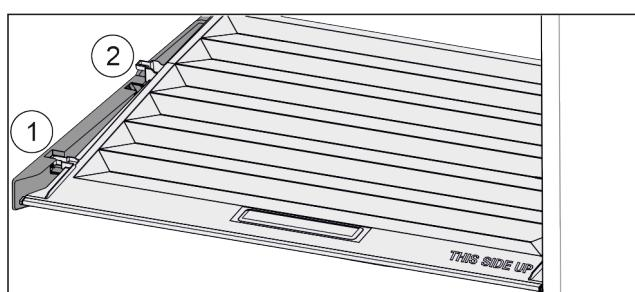

Fig. 96
- Кришку до отвору в деталях для підтримки потягнути вперед Fig. 96 (1).
- Підняти ззаду знизу та вийняти Fig. 96 (2) вгору.